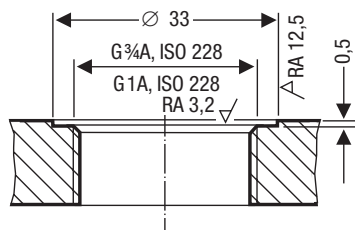

Fig. 12
1. Controllare la superficie di tenuta. **Fig. 12**
- La superficie di tenuta della flangia deve essere lavorata in modo accurato come indicato in **Fig. 12**.